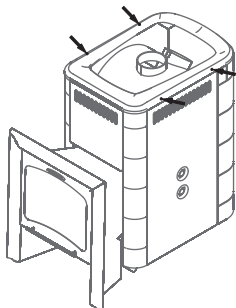

Рисунок 7. Винты для демонтажа рамки конвектора печи «Гейзер 2014 Витра»
1. Снять рамку конвектора, открутив 4 самореза (рисунок 7)